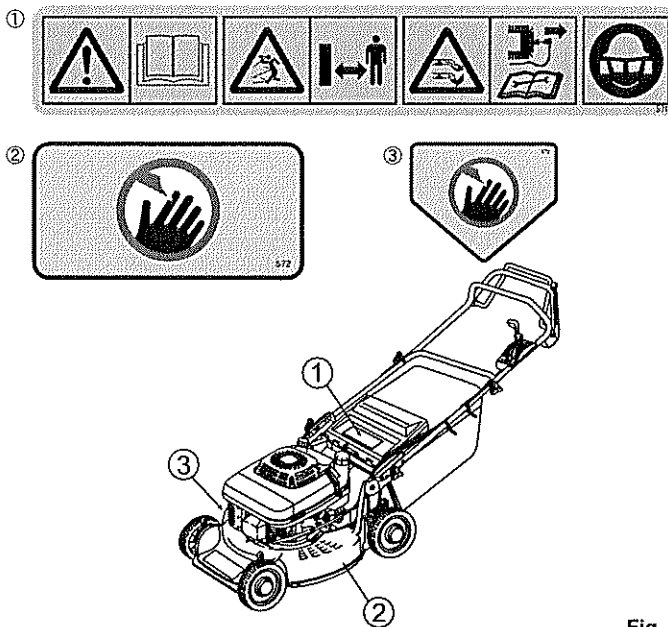

Fig. 1.
- Les étiquettes de sécurité sont fixées sur la tondeuse à gazon ainsi qu'illustré dans la figure 1.